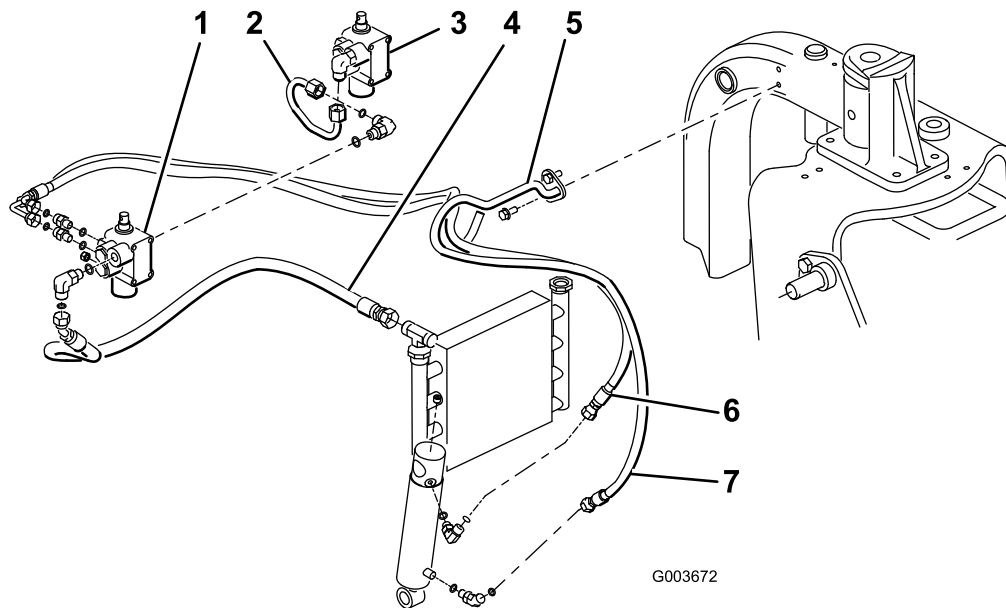
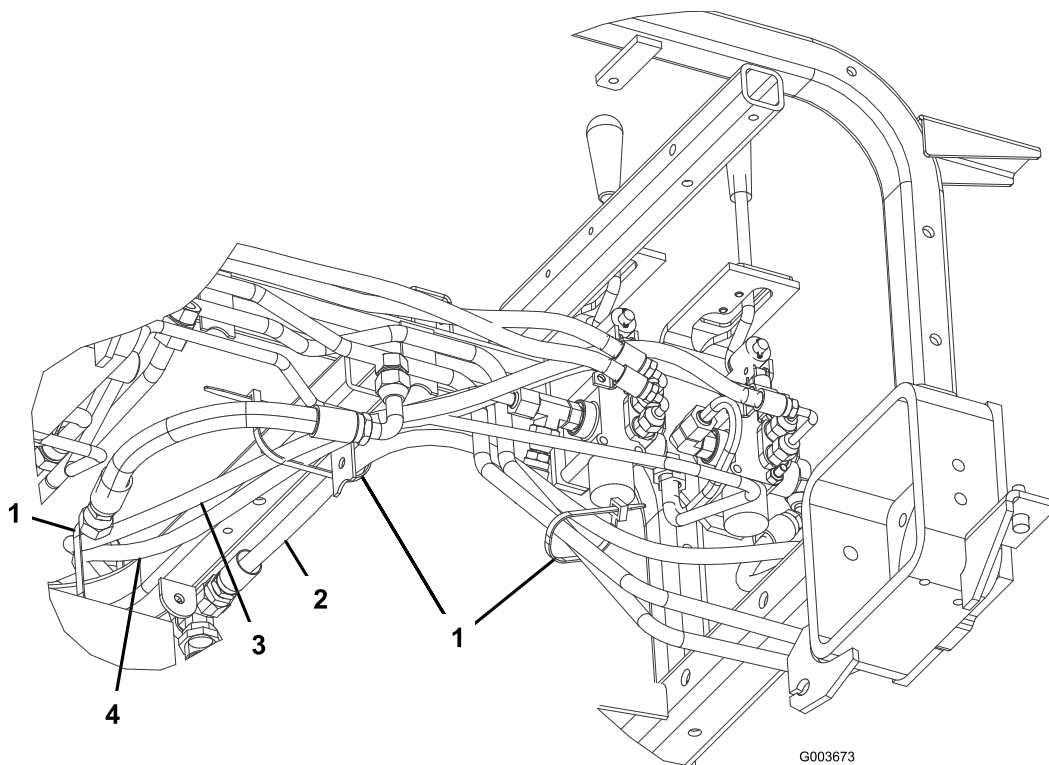
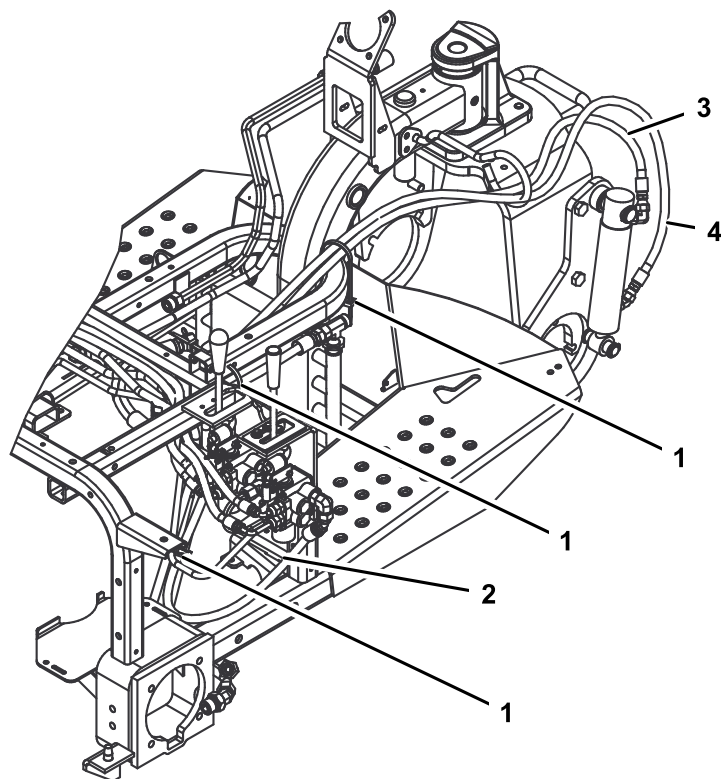

Bild 14
Bild 15
Bild 16
Hinweis: Um den Ölverlust beim Abnehmen des Hydraulikschlauches zu verringern, sollten Sie den Ersatzschlauch griffbereit haben, Sie können das Anschlussstück am Kühler auch mit einer der Versandschutzkappen verschließen, die Sie vom Schlauch abgenommen haben, Bestellnummer 108-8447 (Bild 14).
4. Schließen Sie den Schlauch, Bestellnummer 108-8447, an das 90-Grad-Anschlussstück an der linken Seite des neuen Ventils und das freie Anschlussstück am bestehenden Hubventil an (Bild 14).
5. Schließen Sie das 45-Grad-Anschlussstück am Hydraulikschlauch, Bestellnummer 108-8449, an das 90-Grad-Anschlussstück an der rechten Seite des Ventils und an das gerade Ende des Schlauches zum freien Ölkühleranschlussstück an (Bild 14). Angaben zur Schlauchverlegung finden Sie unter Bild 15 und Bild 16.
6. Befestigen Sie den Drahtschlauchhalter mit zwei Gewindeschrauben am linken Rahmenrohr (5/16 x 3/4 Zoll) (Bild 14).
7. Schließen Sie das kurze 90-Grad-Anschlussstück am Hydraulikschlauch, Bestellnummer 108-8453, am oberen, geraden Anschlussstück hinten am Ventil an. Verlegen Sie den Schlauch durch den Drahtschlauchhalter und schließen Sie das gerade Ende des Schlauches am oberen Anschlussstück am Hydraulikzylinder an (Bild 14). Angaben zur Schlauchverlegung finden Sie unter Bild 15 und Bild 16. Stellen Sie sicher, dass der Schlauch nicht in der Nähe von scharfen, heißen oder sich bewegenden Bauteilen verlegt ist.
8. Schließen Sie das lange 90-Grad-Anschlussstück am Hydraulikschlauch, Bestellnummer 108-8454, am unteren, geraden Anschlussstück hinten am Ventil an. Verlegen Sie den Schlauch durch den Drahtschlauchhalter und schließen Sie das gerade Ende des Schlauches am unteren Anschlussstück am Hydraulikzylinder an (Bild 14). Angaben zur Schlauchverlegung finden Sie unter Bild 15 und Bild 16. Stellen Sie sicher, dass der Schlauch nicht in der Nähe von scharfen, heißen oder sich bewegenden Bauteilen verlegt ist.
10. Befestigen Sie die Schläuche mit Kabelbinden an der Maschine. Angaben zu den Befestigungsstellen finden Sie unter Bild 15 und Bild 16.